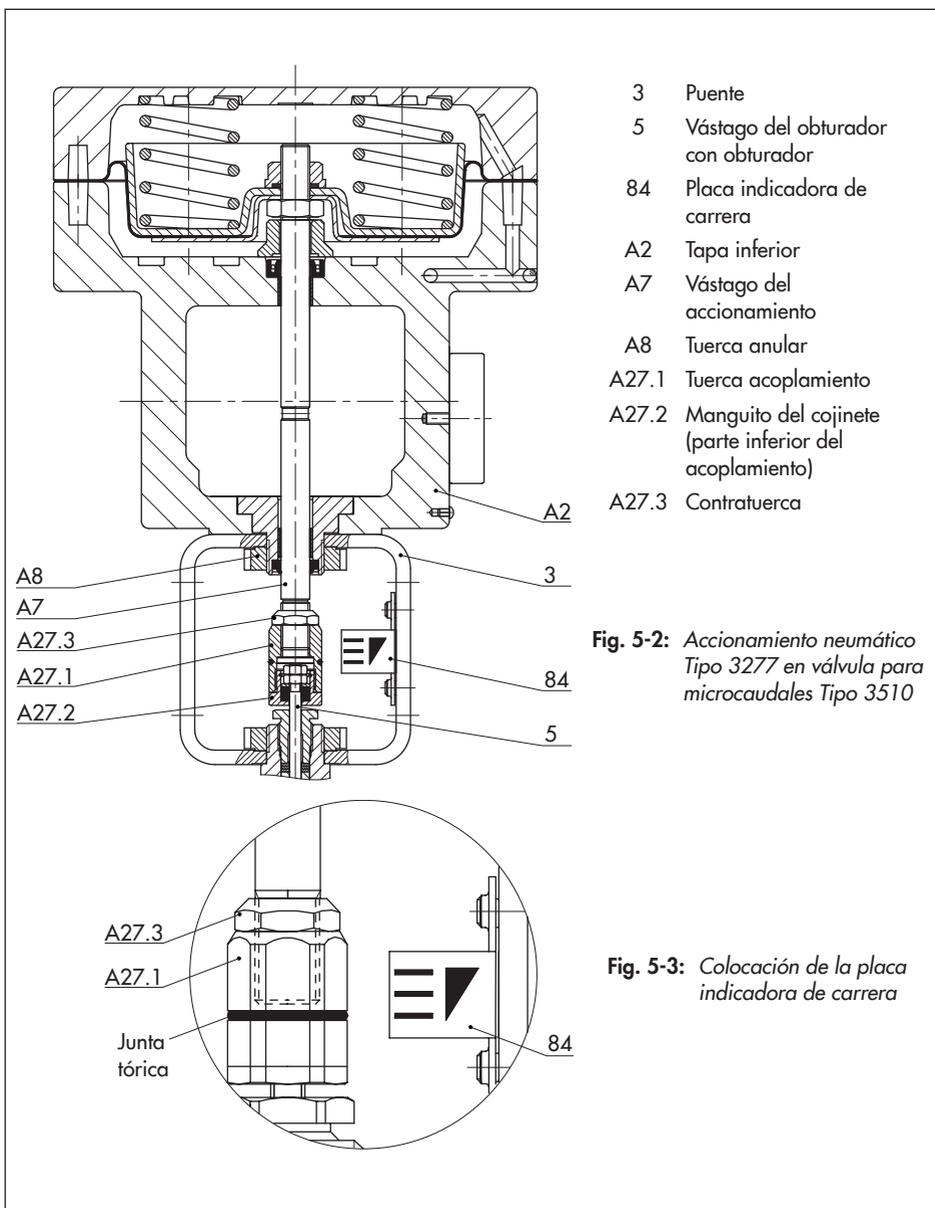

**Fig. 5-1:** Accionamiento neumático Tipo 3271 en válvula de la Serie 240
→ Conectar la presión de mando a la conexión inferior de la presión de mando (S), ver Fig. 5-1.